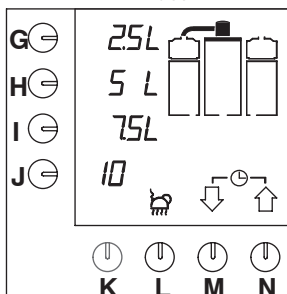

Fig. 7 Display med standardvalgmulighederne
Kedlen er fyldt og "Bestemmelsesprogrammet for det automatiske kogepunkt" aktiveres (varighed: ca. 30 minutter). Kalibreringsprogrammet bestemmer vandets kogepunkt på stedet, hvor automaten bruges. Kogepunktet afhænger delvist af det lokale atmosfæriske tryk, og ved middelvandstand vil det ca. være 100 °C, hvorimod kogepunktet ved en højde på 2.000 m vil være så lavt som 97 °C. Kogepunktet angives i displayet (fig. 7). Systemet bestemmer selv den optimale (= maksimalt tilladte) temperatur, baseret på det målte kogepunkt, og det er altid ca. 4 °C under kogepunktet. Vandtemperaturen vil blive vist ved at trykke på aktiveringsknappen (L.).
- Indikatorlampen på kontakten lyser. Standardvalgmulighederne vises i displayet (fig. 7).